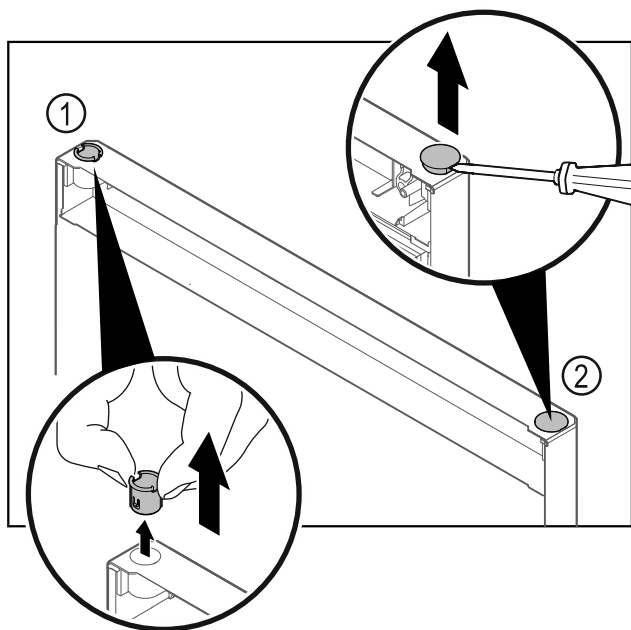

Fig. 34 Porta del vano congelatore
- ▶ Estrarre la boccola cerniera Fig. 34 (1) con le dita.
- ▶ Con un cacciavite a testa a intaglio sollevare con cautela il tappo Fig. 34 (2) ed estrarlo.